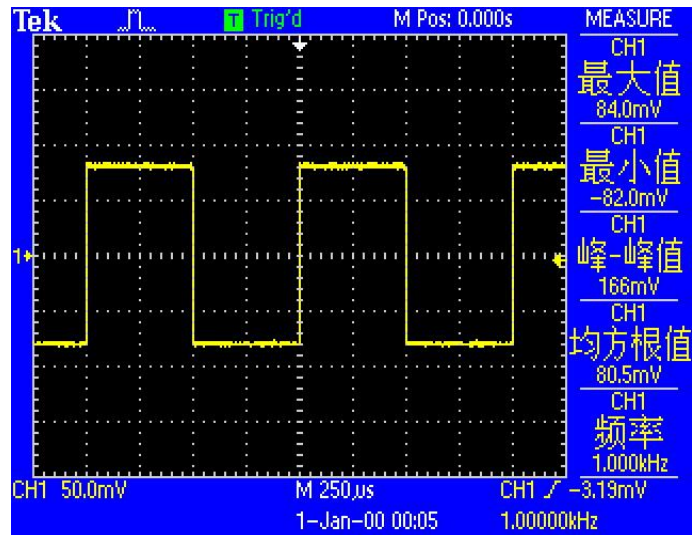

图98. 待测信号参数图
3. 打开函数信号发生器电源，将参数设置为“波形：方波”、“幅值：80 mVrms”、“频率：1 kHz”，待测信号参数如图 98 所示：